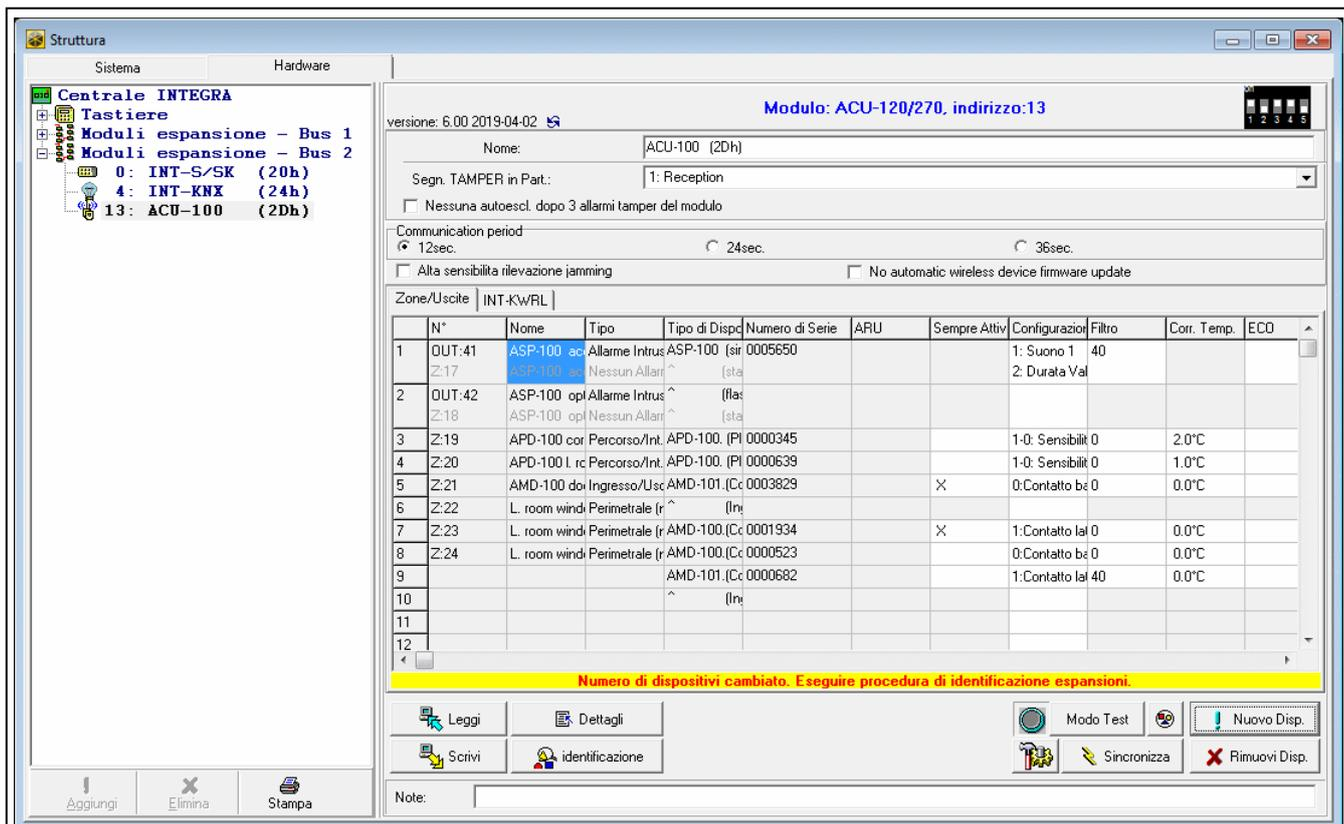

Fig. 19. Software DLOADX: informazioni visualizzate dopo la registrazione di un nuovo dispositivo nel ricevitore collegato alla centrale INTEGRA / INTEGRA Plus.
10. Premere il pulsante "Identificazione" (vedi: Fig. 19). Solo dopo aver completato la procedura di identificazione dell'espansione, nel sistema saranno disponibili nuove zone / uscite wireless.